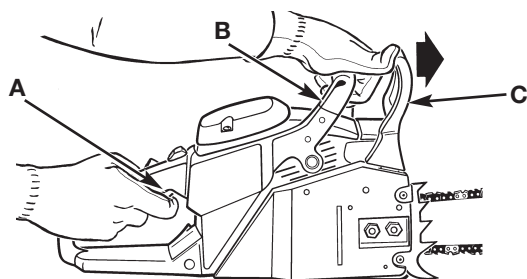

Fig. 10
3. Tenir fermement la poignée arrière (A) avec la main droite (Fig. 10).
4. Tenir fermement la poignée avant (B) [pas la manette de Chain Brake® (C)] de la main gauche (Fig. 10).
5. Appuyer sur la gâchette d'accélération jusqu'à la position 1/3 de gaz, puis déclencher immédiatement la manette de Chain Brake® (C) (Fig. 10).